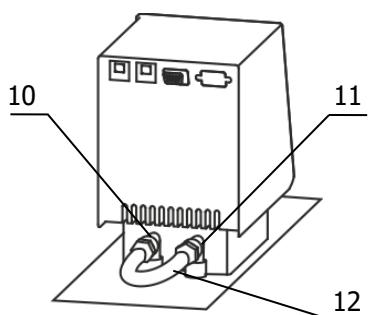

Рисунок 4 — Установка перемычки
**2.2.6** Соединить входной 10 и выходной 11 штуцеры насоса блока регулирования с помощью шланга-перемычки 12 (рисунок 4) и хомутов из комплекта поставки блока регулирования.